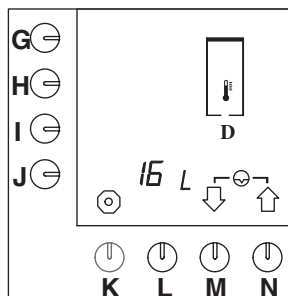

Abb. 17 Tageszählwerk für das Heißwassersystem
- Jetzt erscheint Abb.17 im Display.